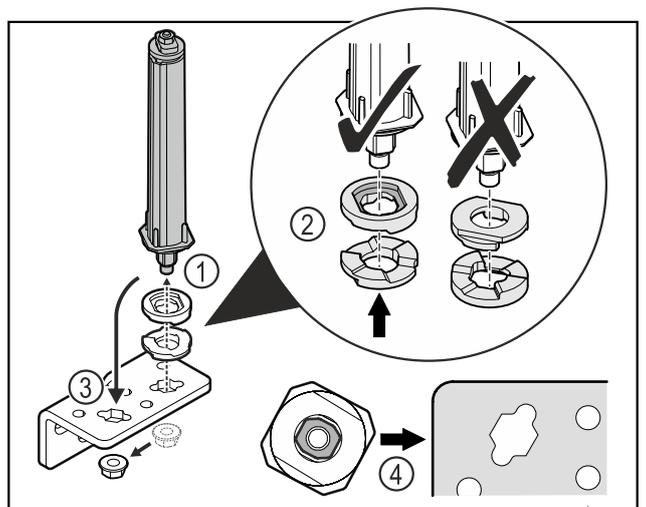

Fig. 52
- ▶ Mutter lösen und Türschließsystem entfernen Fig. 52 (1).
- ▶ Auf die korrekte Ausrichtung der Höhenverstelleisbeiben achten Fig. 52 (2).
- ▶ Türschließsystem im Scharnierwinkel einsetzen und mit der Mutter fixieren Fig. 52 (3).
- ▶ Beim Einsetzen auf die korrekte Ausrichtung des Türschließsystems achten Fig. 52 (4).